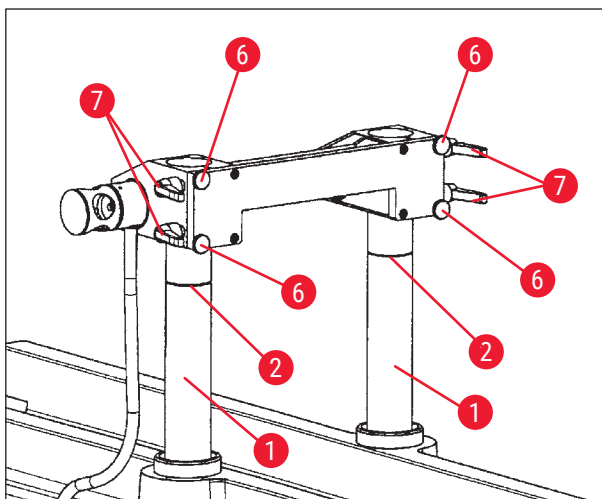

Fig. 85
- Posicione o porta-faca com a borda superior na ranhura (→ Fig. 83-2) nas colunas de apoio na posição de 100 mm ou até o final da posição de 200 mm, consulte (→ Fig. 85).
- Posicione o porta-faca com a borda superior no alto das colunas para a posição de 200 mm (→ Fig. 85).
- Isso requer a colocação das colunas de apoio de volta na posição mais alta (→ Fig. 85) e o ajuste do porta-faca na posição 100 mm conforme descrito no capítulo (→ P. 75 – 7.10.3 Ajuste da altura do porta-faca).